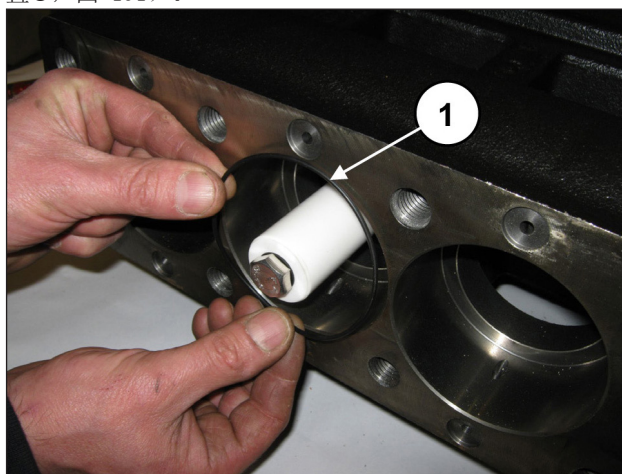
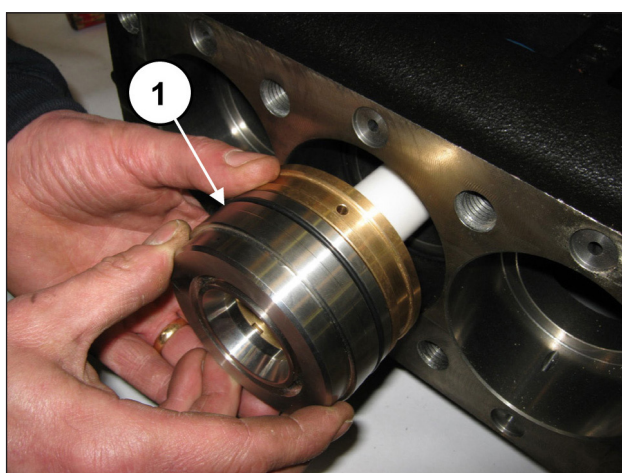

图 190
图 191
将O形圈插入泵壳内 (位置①, 图 190), 然后将事先组装的缸套/密封圈底座 (连同O形圈) 单元插入, 直至到底 (位置①, 图 191)。